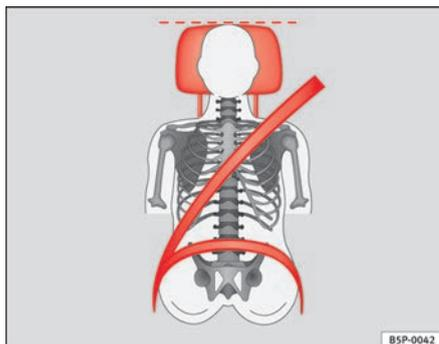
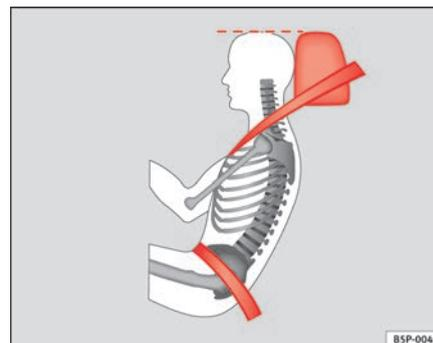

Fig. 83 Visto de frente: apoyacabezas y cinturón ajustados correctamente
Fig. 84 Visto de lado: apoyacabezas y cinturón ajustados correctamente
- Ajuste el apoyacabezas de modo que el borde superior del mismo quede a la misma altura que la parte superior de la cabeza ⇒ **fig. 83** y ⇒ **fig. 84**.